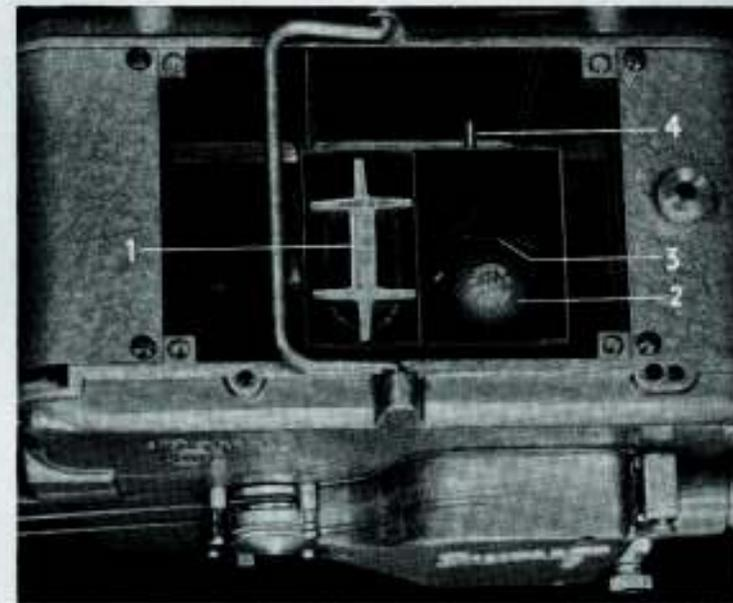

Abb. 6
stehen. Die 500-Watt-Röhrenlampe besitzt eine Doppelwendel, die schon ohne weitere optische Hilfsmittel eine nahezu geschlossene, gleichmäßig helle Lichtfläche ergibt. Bei nicht eingelegtem Film kann das Projektionsbild trotzdem etwas weniger helle Längsstreifen zeigen. Ist das der Fall, dann kann die Randelmutter (Abb. 6/4) gelockert werden. Durch geringes Drehen des Hohlspiegels um seine Halteachse ist eine Verbesserung der Beleuchtung möglich. In ihrer Längsrichtung soll die Halteachse dabei nicht verschoben werden.
- 3 – Rändelmutter für Spiegelhalter (siehe Abb. 6/41)